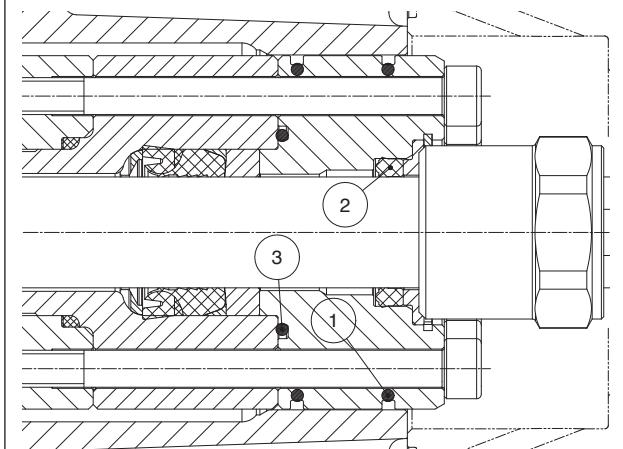

Fig. 129
- Remonte o grupo de suporte dos vedantes, conforme indicado nas Fig. 129 e Fig. 130, substituindo os componentes ①②③.